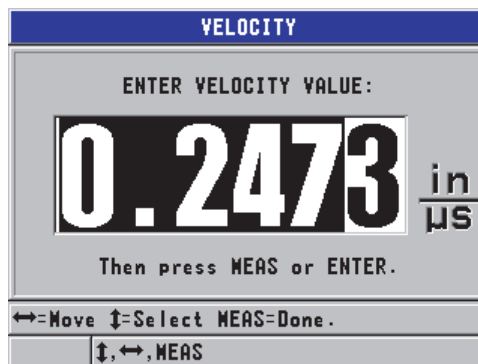

Figura 5-9 Inserir a velocidade de som conhecida de um material
2. Na tela **VELOCITY** (veja Figura 5-9 na página 72), utilize as teclas de seta para editar a velocidade para o valor conhecido.